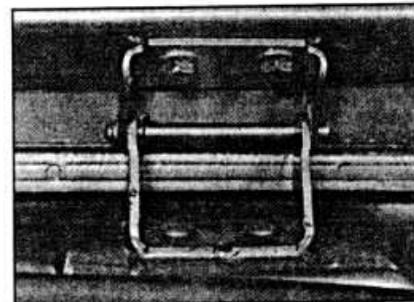

Рис. 11.51. Болты крепления шарнира задней двери.
- Отвинтите болты крепления шарнира задней двери и снимите дверь (см. рис. 11.51).